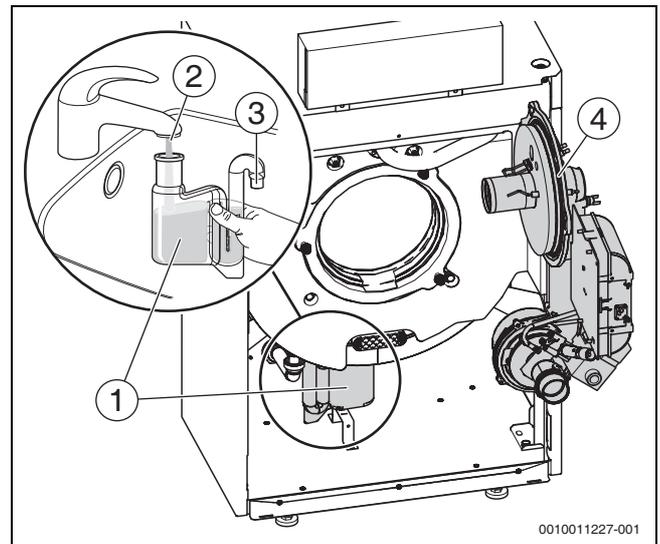

Bild 75 Siphon reinigen
▶ Vor Brennermontage den richtigen Sitz des O-Rings (→ Bild 75, Seite 43[4]) überprüfen und ggf. korrigieren.